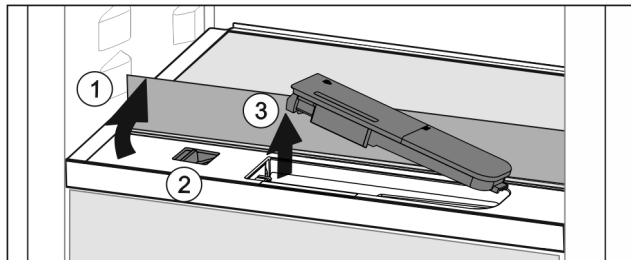

Fig. 164
- ▶ Stekleno ploščo dvignite in jo sklopite nazaj do omejevalnika Fig. 164 (1).
- ▶ Drsnik Fig. 164 (2) potisnite v levo.
- ▶ Odstranite rezervoar za vodo Fig. 164 (3).